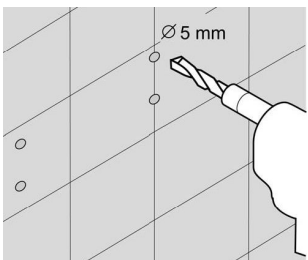

Fig. 7
3. À l'aide d'une perceuse, réalisez des trous de taille appropriée aux points marqués sur le mur (Fig. 7).